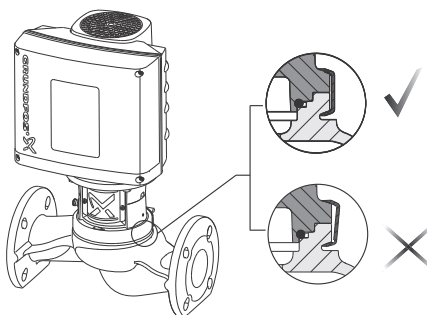

Fig. 11 Placering af klemring
- Spændebåndet skal placeres korrekt i flangerecessen på både pumpehovedet og pumpehuset. Se fig. 11.